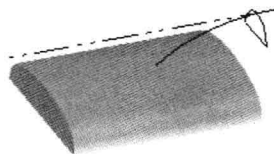
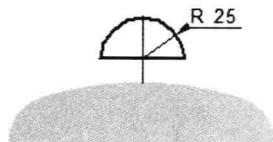

图 2.8 草图 2 (建模环境)
图 2.9 草图 2 (草绘环境)
Step5. 创建图 2.8 所示的草图 2。在 **草图** 区域中单击  按钮, 选取平面 4 为草图平面, 进入草绘环境, 绘制图 2.9 所示的草图 2, 单击  按钮退出草绘环境。